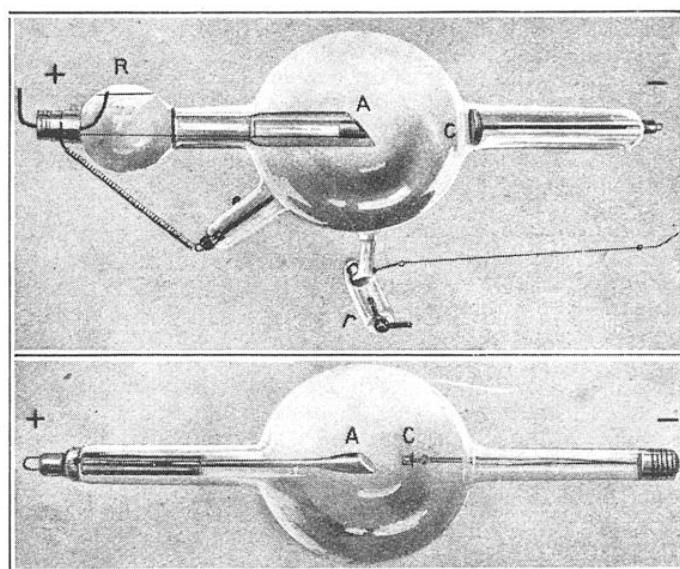

FIG. 1. — TUBES PRODUCTEURS DE RAYONS X
Les rayons de Röntgen prennent naissance dans des « tubes » (fig. 1), où le vide est beaucoup plus élevé (ordre du centième de millimètre de mercure) que dans nos lampes à incandescence. Mais, tandis que dans celles-ci le courant se ferme par le filament, dans un tube à rayons X, le circuit électrique est ouvert. On arrive cependant à fermer ce circuit (1) et à obtenir un courant de décharge
(1) Le circuit du tube est fermé par un faisceau d'électrons de la même manière que les circuits de